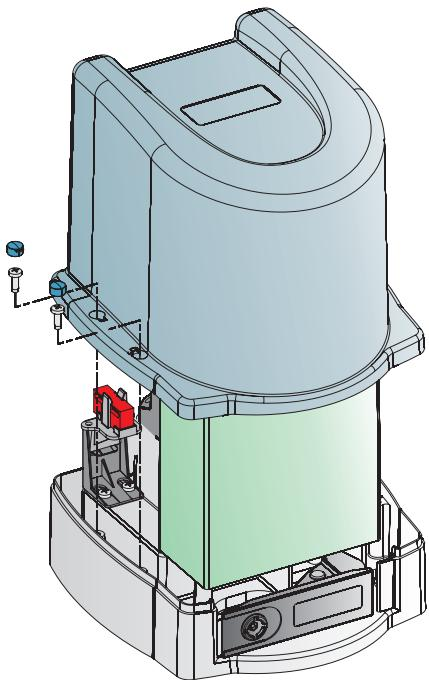

Fig. 15
3. Una vez realizada la prueba de la automación (párr. 5), fije el carter de protección en el operador utilizando los tornillos suministrados en dotación, como se indica en la fig. 15.